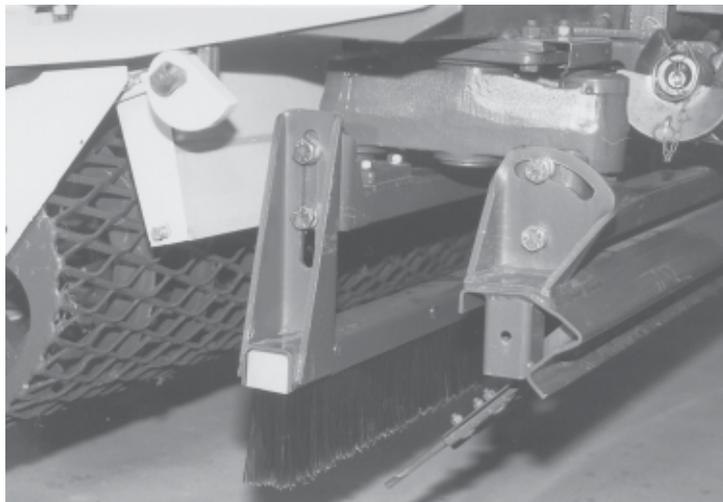

Abb. 37
- Lösen Sie die beiden Befestigungsschrauben auf beide Seiten des Besenbalkens (Abb. 37).